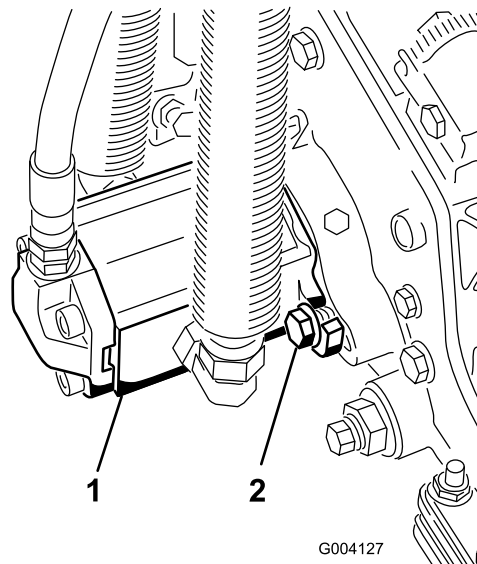

図 11
15. モータを手を持ち、右回りにひねってモータのフランジをキャップスクリュから逃がしながら、キャップスクリュにモータをセットする (図 11)。モータを左回りにひねって、キャップスクリュにフランジをしっかりと掛け、キャップスクリュを締めてモータを固定する。